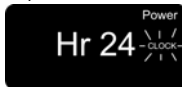

Fig. 15
1. Presione una vez el botón del reloj ("Clock"), aparecerá "Hr24" en la pantalla, presione el botón de reloj otra vez y "Hr12" aparecerá en la pantalla. "Clock" parpadeará constantemente. (Fig. 15)